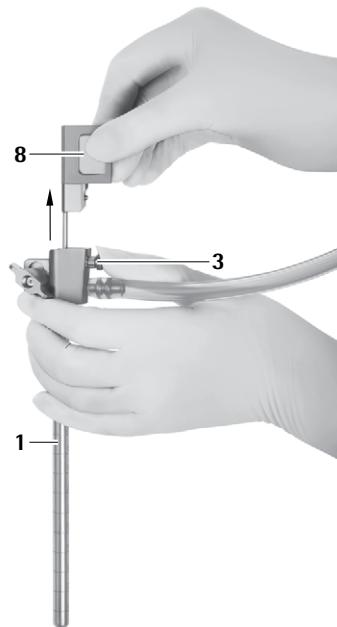

Fig. 10
- ▶ Presser le bouton de déverrouillage **3** et retirer prudemment l'obturateur pour canal optique **8** hors du trocart MINOP InVent 1, voir Fig. 10.